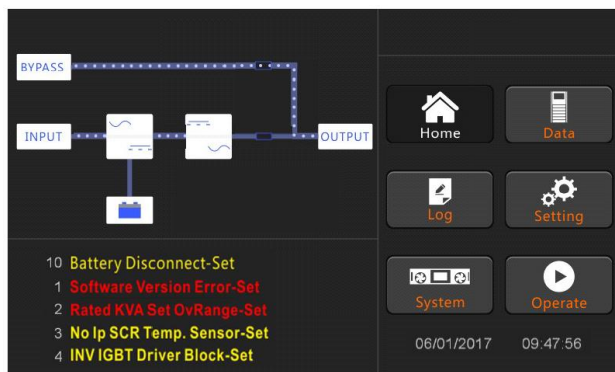

Рисунок 4-3. Интерфейс запуска инвертора
6. После включения статического переключателя байпаса включается инвертор, и индикаторная панель инвертора мигает (Рисунок 4-3).